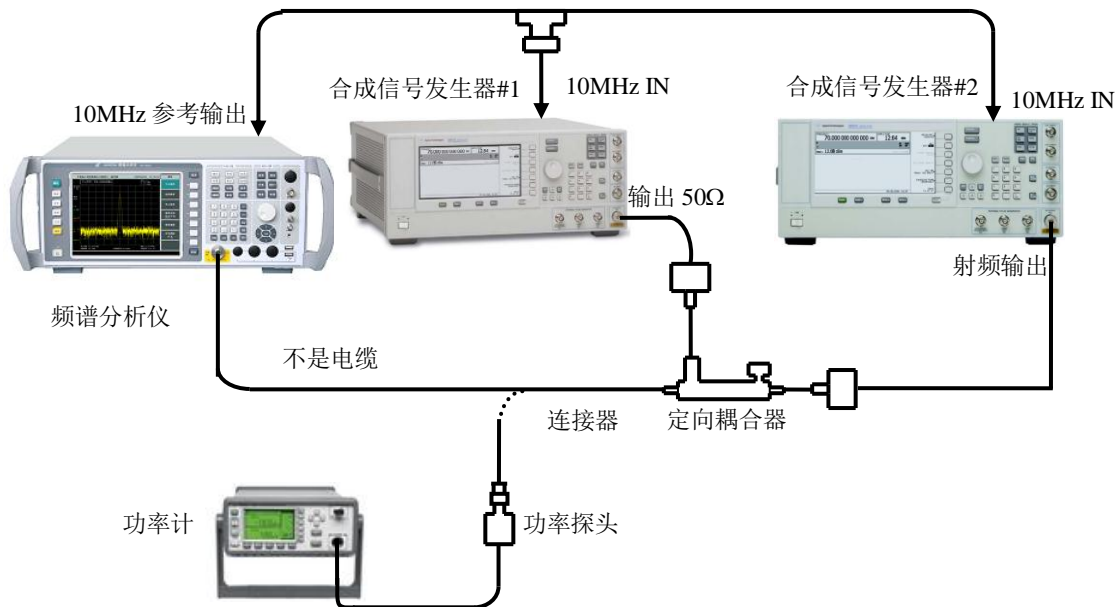

图 6-16 三阶交调失真测试设置 (4GHz 到 50GHz)
- 19) 如图 6-16 连接仪器，但是不把定向耦合器 AV70603 接到频谱分析仪上。频谱分析仪为合成扫频信号发生器提供 10MHz 参考。
- 37) 如图 6-16 连接仪器, 但是不把定向耦合器 AV70603 接到频谱分析仪上。频谱分析仪为合成扫频信号发生器提供 10MHz 参考。